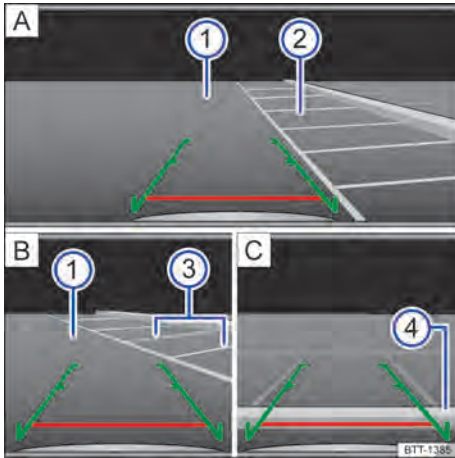

Fig. 101 Visualización del display del sistema de radar: estacionar con la cámara de marcha atrás.
Leyenda para → fig. 101:
- Colocar el vehículo delante de la plaza de estacionamiento → fig. 101 ② **A**.
- Conducir hacia atrás lentamente y maniobrar de modo que las guías verdes laterales conduzcan entre las líneas de delimitación de la plaza de estacionamiento seleccionado ② **A**.
- Alinear el vehículo en la plaza de estacionamiento seleccionada de modo que las guías verdes laterales queden sobre las líneas de límite lateral ③ **B**.
- Detener el vehículo cuando la línea roja alcance el límite trasero ④ **C**.